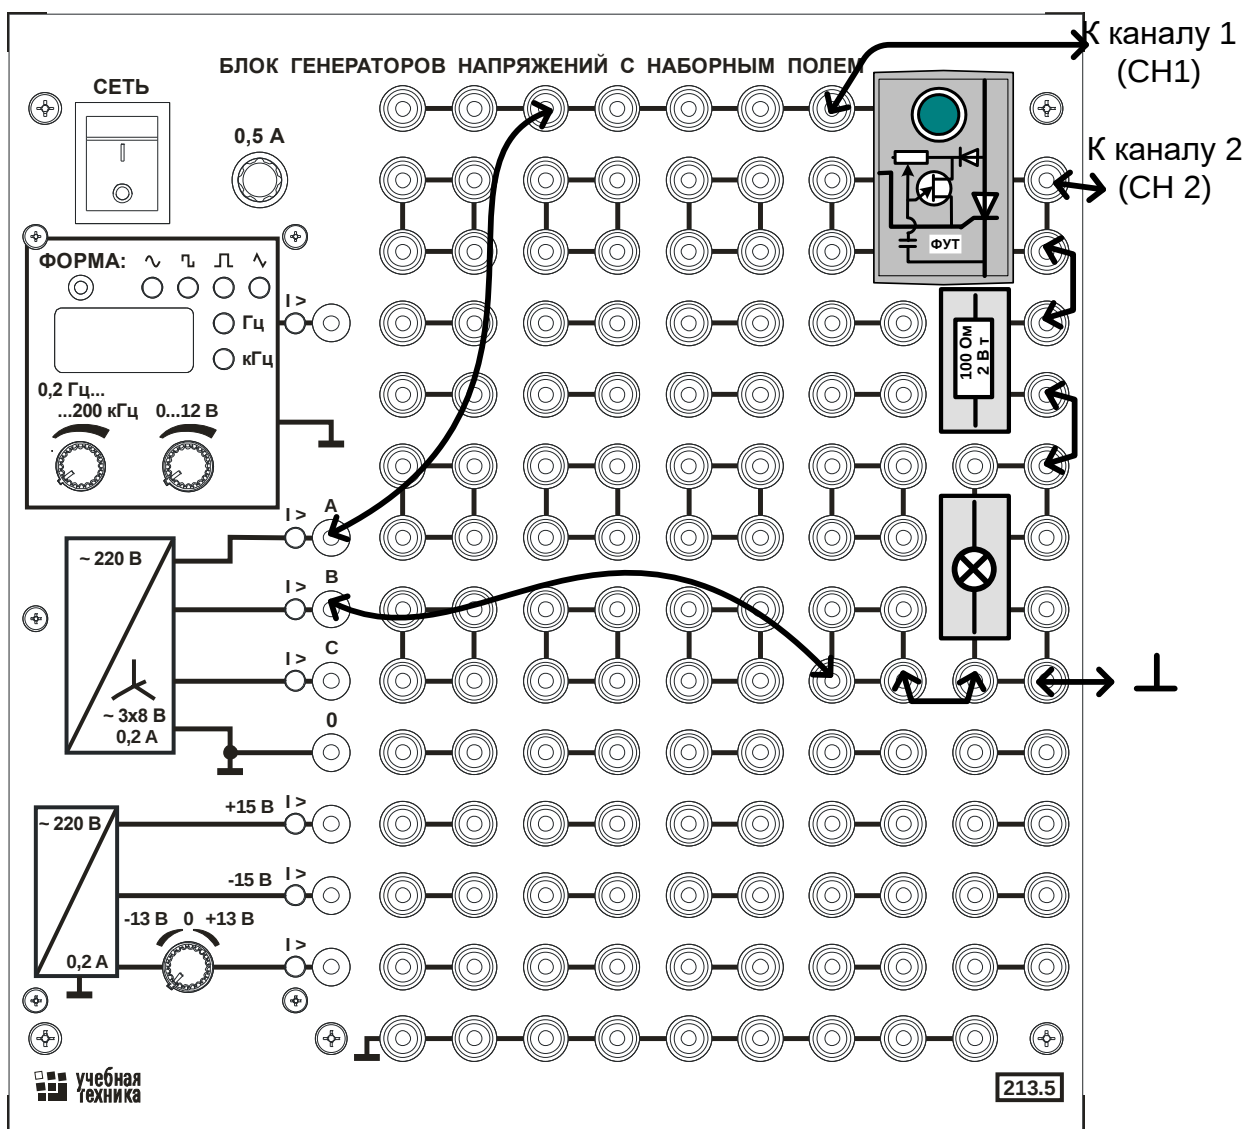

Рис. 6.12. Монтажная схема.
- Соберите цепь однополупериодного выпрямителя на тиристоре согласно монтажной схеме (рис. 6.12) и установите максимальную амплитуду трёхфазного источника, от которого питается цепь. В качестве нагрузки в цепь включена лампочка накаливания и токоограничивающее сопротивление 47...100 Ом. Для наблюдения кривой выпрямленного напряжения и измерения угла задержки включения тиристора α параллельно нагрузке подключён осциллограф, а для измерения среднего значения выпрямленного напряжения – вольтметр.